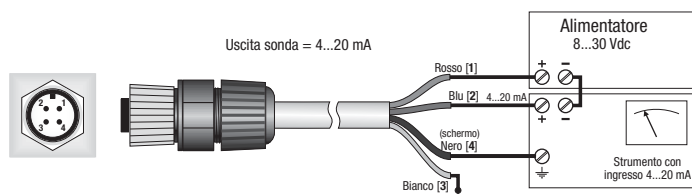

Figura 4.2: Schema di connessione dell'LP UVI 02 AC.
- L'LP UVI 02 AC con un proprio alimentatore può essere connesso ad un multimetro o ad un datalogger secondo lo schema seguente (Figura 4.2), la resistenza di carico per la lettura del segnale deve essere $\approx 500 \Omega$: